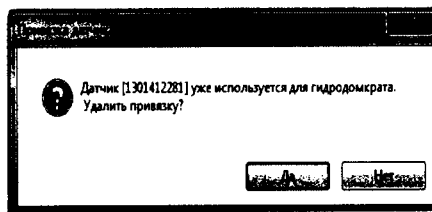

Рисунок 20 – Привязка датчика
4.6.5 Для установки датчика необходимо выбрать нужный заводской номер из списка доступных и нажать кнопку «Применить». Заводской номер выбранного датчика появится в столбце "Заводской номер датчика" напротив соответствующего канала измерения ДП. Если заводской номер датчика уже используется для другой конфигурации из основной программы, то программа покажет соответствующее сообщение «Привязка датчика» (Рисунок 20), необходимо в сообщении нажать кнопку «Да».